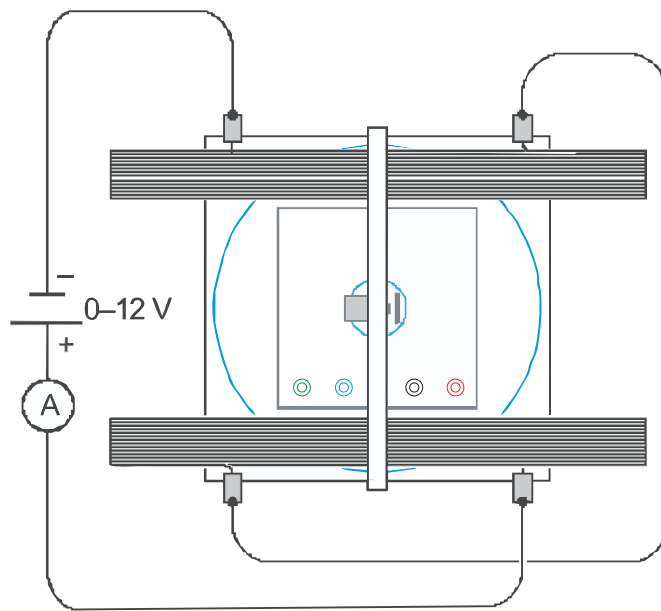

Fig. 2 Conexión eléctrica del par de bobinas de Helmholtz
- Conecte las bobinas en serie a la fuente de alimentación de CC 20 V U33020, como se muestra en la Fig. 2, de tal manera que en ambas bobinas circule la corriente en el mismo sentido.